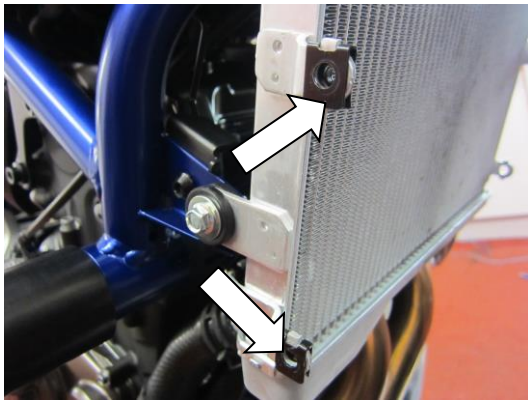

ABBILDUNG 5
- Entfernen Sie die zwei 'J' Clips in Abbildung 5.